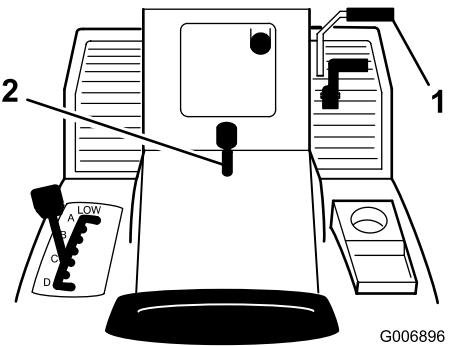

Figure 4
1. Appuyez sur la pédale de frein (Figure 4) et maintenez-la enfoncée.
2. Relevez le levier de frein de stationnement (Figure 4) et relâchez progressivement la pédale de frein.
1. Enfoncez la pédale de frein (Figure 4).